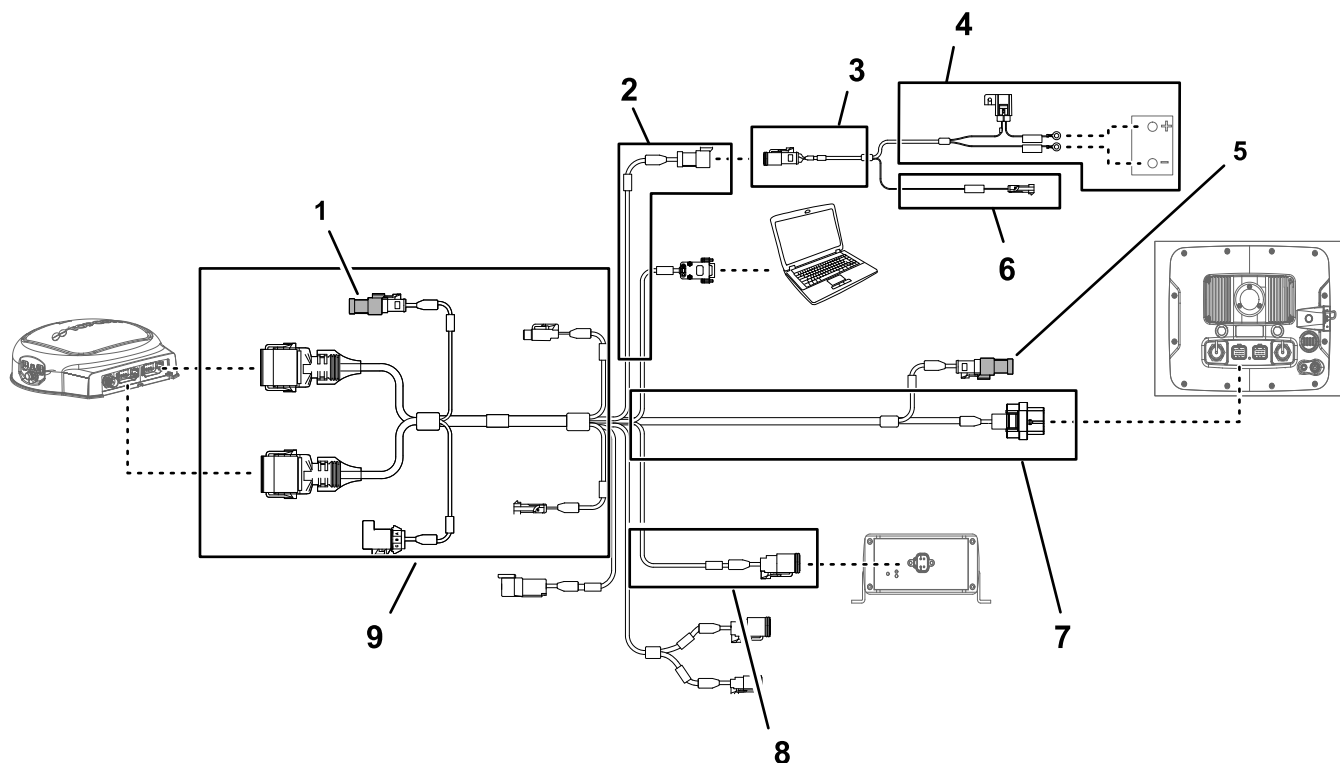
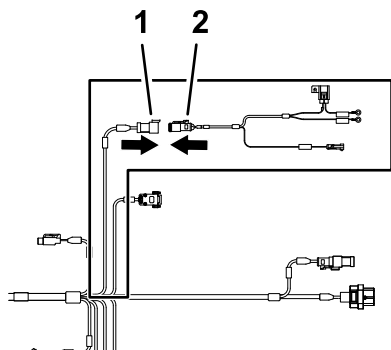

Figure 162
Figure 163
1. Si ce n'est déjà fait, insérez la résistance de terminaison dans le connecteur électrique sur la branche de 390 cm du faisceau de données du récepteur de navigation (Figure 162).
2. Si ce n'est déjà fait, insérez la résistance de terminaison dans le connecteur électrique sur la branche de 220 cm du faisceau de données du moniteur de pulvérisation (Figure 162).
3. Branchez le connecteur à 3 douilles (interface d'alimentation électrique) du faisceau de navigation au connecteur à 3 broches (interface d'alimentation électrique) du faisceau de données (Figure 162 et Figure 163).